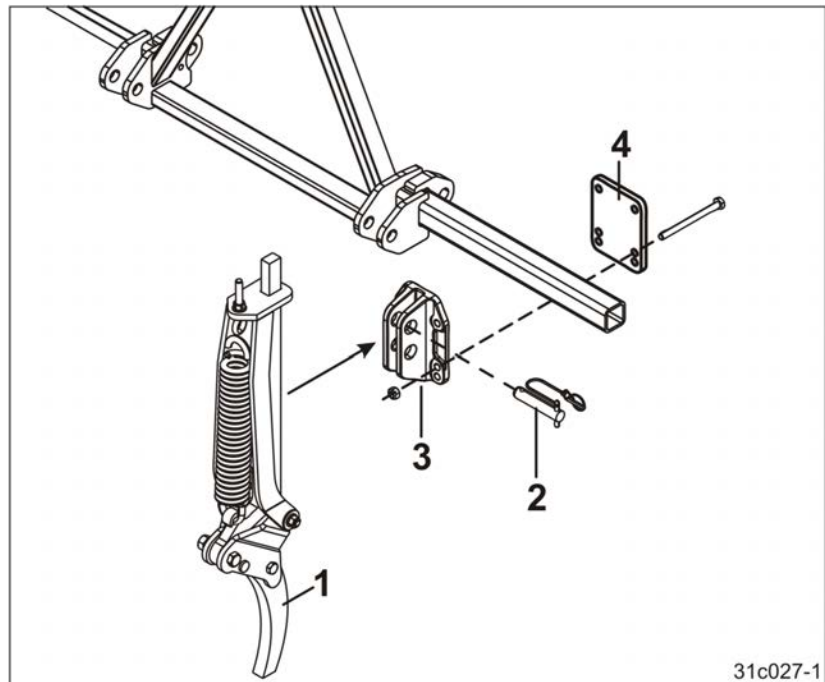

Fig. 60
22. Skru sporløsnholderen (Fig. 60/3) på 3-punkts-forlængerrammen med klempladen (Fig. 60/4).
23. Fastgør sporløsnere (Fig. 60/1) øverst ved hjælp af bolte (Fig. 60/2).